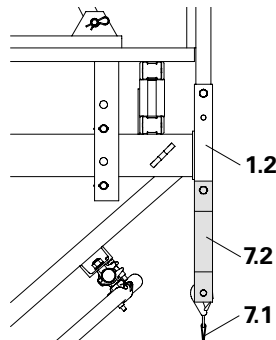

Fig. B1.32
3. Soltar y retirar el anillo soporte y el tornillo M24 x 120 (5.6) de la tongada anterior con llave de vaso n° 36. (Fig. B1.32)